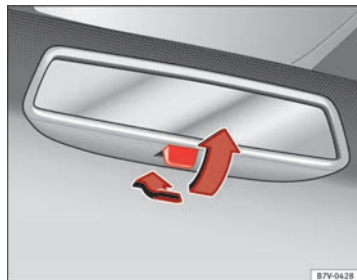

Abb. 71 Manuell abblendbarer Innenspiegel.
- Zum Abblenden Hebel nach hinten ziehen ⇒ Abb. 71.